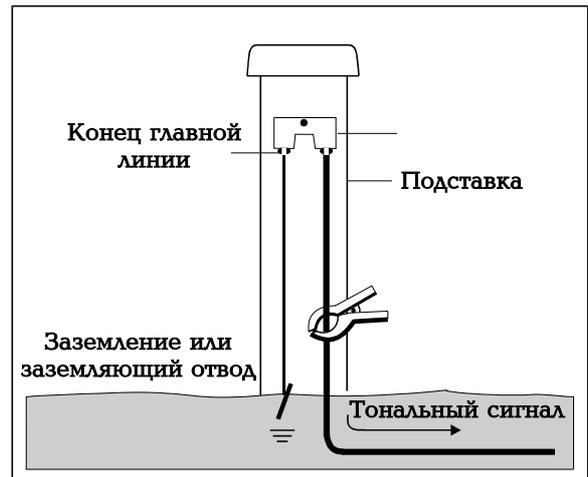

Рис.12. Точки размещения устройства индуктивной связи.
Для линий кабельного телевидения с коллективным приемом точки размещения индуктивного хомута должны быть на конце основной линии или у дома абонента (см. Рис.12).
3. Размещение индуктивного хомута вблизи конца прогона: Чтобы подать тональный сигнал с конца кабеля, конец кабеля должен быть присоединен или заземлен (см. Рис.12).